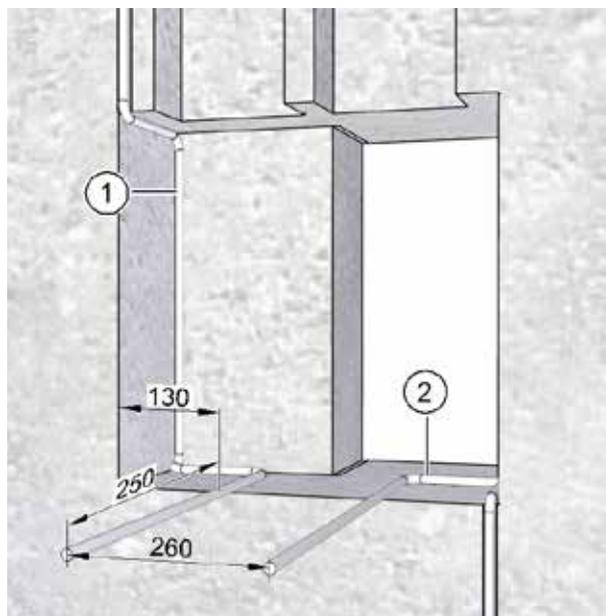

Fig. 13: Posa dei cavi d'allaccia-mento, misure in millimetri
- ▶ Posare il cavo di rete (pos. 1 nella Fig. 13) ed event. il cavo di comando (pos. 2 nella Fig. 13) con una sporgenza del cavo di circa 250 mm dal muro.